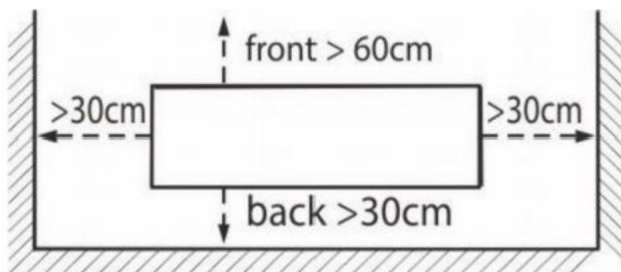

Fig.1
3. L'unité de refroidissement doit être installée dans un endroit bien ventilé. Gardez un espace libre d'au moins 30 cm pour l'arrière (entrée d'air) et les deux côtés et d'au moins 60 cm pour l'avant (entrée d'air sortie). Voir la Fig. 1. Un espace plus grand doit être prévu lorsque la machine fonctionne à haute puissance. Sinon, l'efficacité du refroidissement sera réduite ou même provoquera un dysfonctionnement.